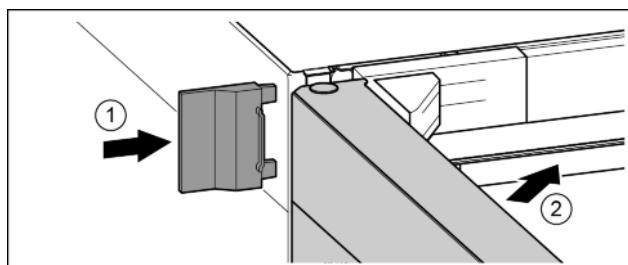

Fig. 21
- Montați capacul exterior. Fig. 21 (1)
- Închideți ușa superioară. Fig. 21 (2)